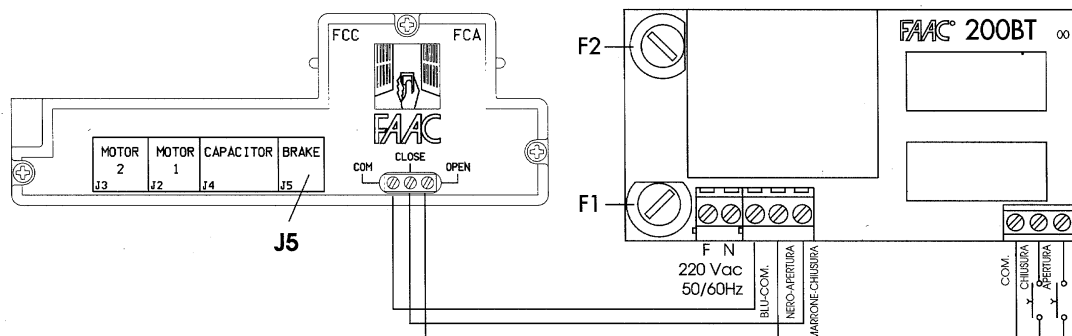

Fig. 7
- A) Introdurre la chiavetta esagonale ② nell'elettrofreno ④.
- B) Assemblare l'elettrofreno ④ sulla calotta ① del motore elettrico con le viti ⑤ e i dadi ③.
- C) Assemblare la manopola di sblocco ⑧ avendo cura di avvitare a fondo il regolatore ⑥.
- D) Tirare il cavetto e serrare con forza il morsetto ⑦.
- E) Introdurre il connettore ⑨ dell'elettrofreno nella posizione **BRAKE J5** fig. 7 fratturando la linguetta di plastica del supporto finecorsa.